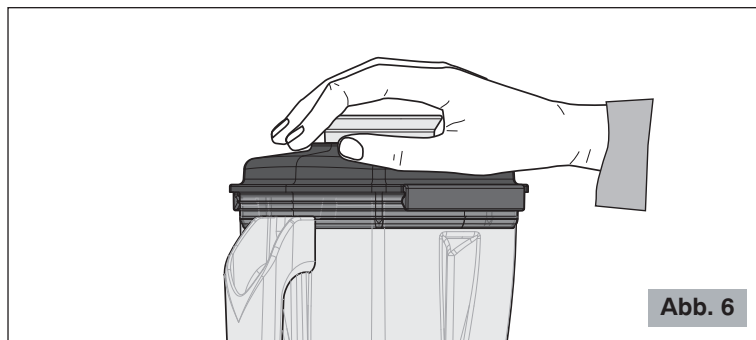

Abb. 6
- 5 Die gewünschte Geschwindigkeit mit dem Wählschalter  für die Modelle B185 und B280 oder mit dem Knopf (13 Abb.1a) für die Modelle B284 wählen und dabei eine Hand auf den Deckel halten, dann den Motor durch Drücken der Taste  einschalten (Abb. 6).